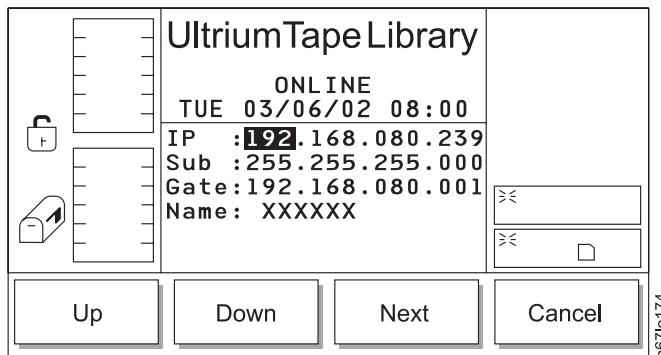

Abbildung 44. RMU-Dialog
2. Wählen Sie **Setup —> Library —> RMU** aus. Der RMU-Dialog erscheint (siehe Abb. 44).
Tabelle 12. Übersetzung von Abb. 44, RMU-Dialog
3. Benutzen Sie die Knöpfe unter den Programmfunctionssymbolen **Up** und **Down**, um die IP-Adresse, die Teilnetzadresse, den Gateway und den Namen einzugeben (ähnlich den Beispielwerten in Abb. 44 auf Seite 60). Drücken Sie den Knopf unter dem Programmfunctionssymbol **Next**, um das aktuelle Feld zu akzeptieren und mit dem nächsten Feld weiterzumachen.